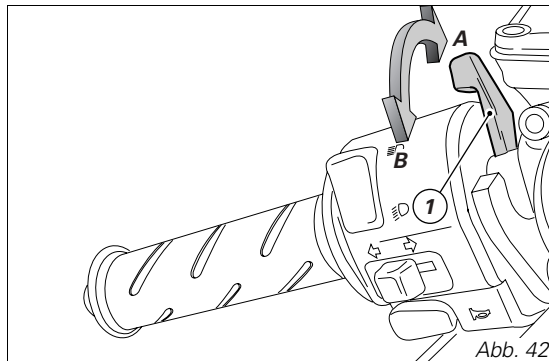

Abb. 42
2) Den Starterhebel (1) in die Position (B) bringen (Abb. 42).
4) Den Starterhebel (1) schrittweise in die senkrechte Position (A) zurückdrücken (Abb. 42)
Wie bei „Normale Umgebungstemperatur“ beschrieben vorgehen, aber ohne Zuhilfenahme des Starterhebels (1, Abb. 42).